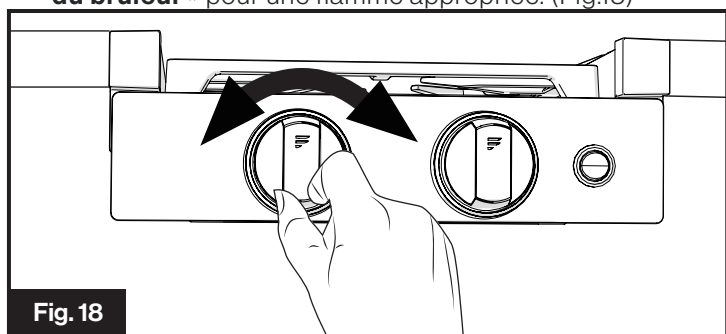

Fig. 18
2. Tournez le bouton de commande dans le sens des aiguilles d'une montre ou dans le sens inverse pour régler la flamme au niveau souhaité. Voir la section « **Flamme du brûleur** » pour une flamme appropriée. (Fig.18)